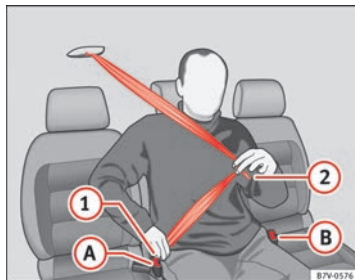

Fig. 12 Allacciare la cintura di sicurezza del sedile centrale della seconda fila.
- Tirare verso il basso il nastro della cintura dalla linguetta di chiusura ⇒ fig. 12 . **Non** piegare la cintura per farlo ⇒ .
- Passare il nastro della cintura sul bacino tirando la linguetta di chiusura ②.
- Incastrare la linguetta ② nella chiusura del sedile corrispondente ③.